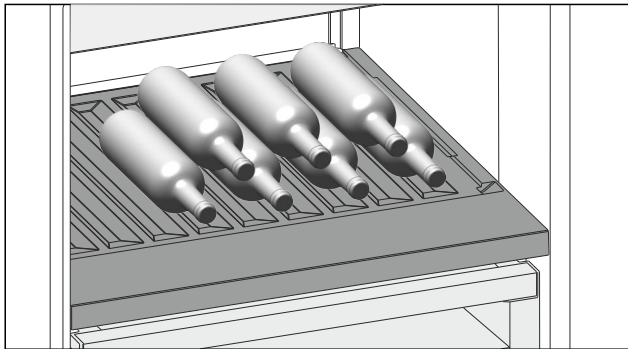

Fig. 181 Shembull ilustrues
- ▶ Shtrini shishet me fundin të drejtuar në faqen e pasme të frigoriferit. (shihni *Fig. 181*)